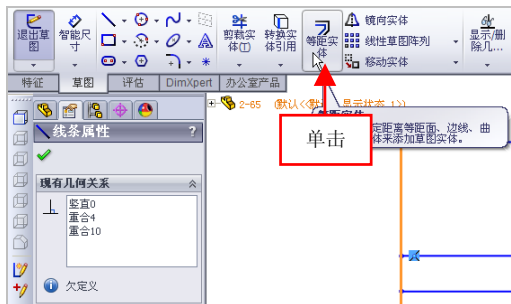

图 2-67 单击【等距实体】按钮
(3) 在【草图】选项卡中, 单击【等距实体】按钮 , 如图 2-67 所示。